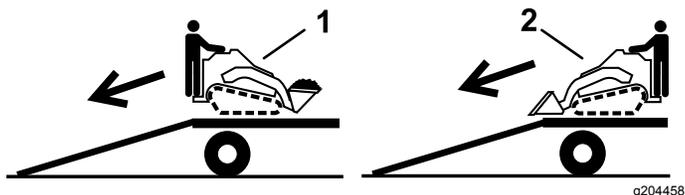

Рисунок 21
2. При выгрузке машины с прицепа по наклонному въезду более тяжелая часть машины должна быть обращена вверх, при этом грузы должны быть опущенными (Рисунок 21).